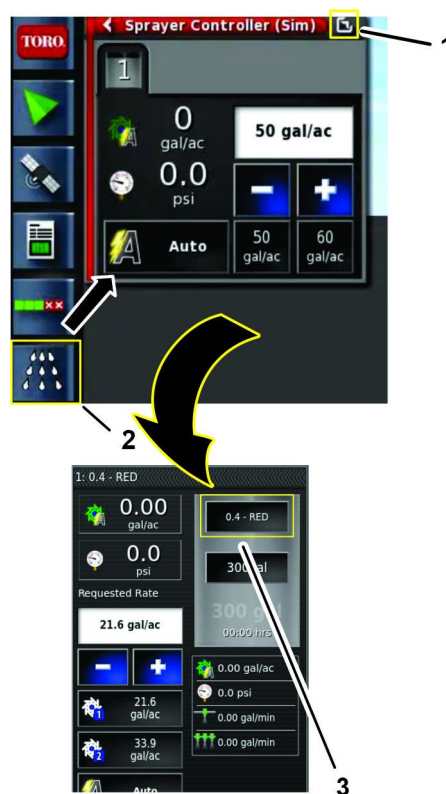

図 156
2. 散布コントローラアイコンを押し、コントローラパネルにある「ビューを拡大」アイコンを押す 図 156。